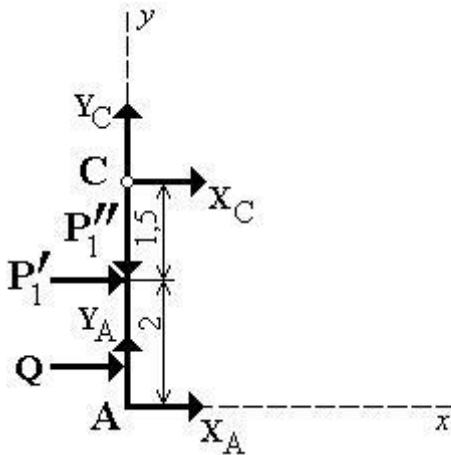
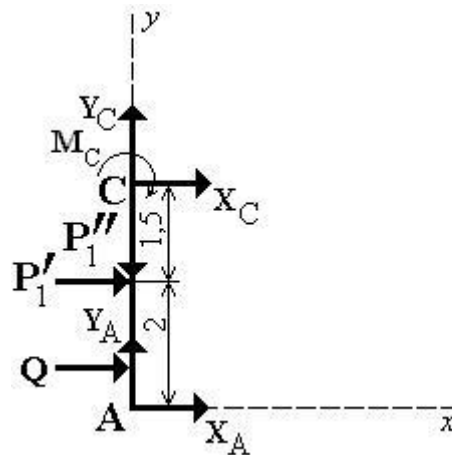

Рис. 12
Рис. 14
Второе уравнение с неизвестными X_A и Y_A получим, рассмотрев систему уравновешивающихся сил, приложенных к части конструкции, расположенной левее шарнира С (рис. 12):
Системы сил, показанные на рис. 12 и 13, ничем друг от друга не отличаются. Поэтому уравнение (2) остается в силе. Для получения второго уравнения рассмотрим систему уравнивающих сил, приложенных к части конструкции, расположенной левее скользящей заделки С (рис. 14).